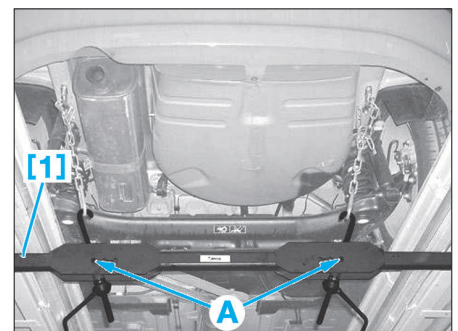

FIG. 8
- Mettre en place le compresseur de suspension [1] en choisissant le crantage (A) le mieux adapté permettant de tirer sur les sangles le plus verticalement possible (Fig.8).